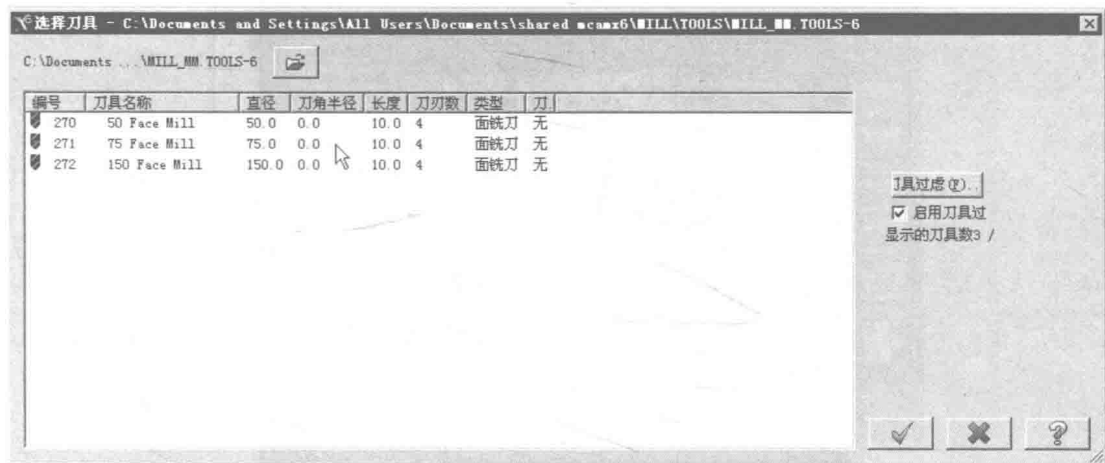

图 1-31 “选择刀具”对话框
3) 刀库选刀。单击“从刀库中选择”按钮，系统弹出“选择刀具”对话框，如图 1-31 所示。此时刀库只显示面铣刀，其他刀具已被过滤，从中选择合适加工本工件的刀具——刀具号码为 270、直径为 50.0 的面铣刀。选中第一行，单击确定按钮，系统返回“2D 刀具路径-平面加工”对话框。